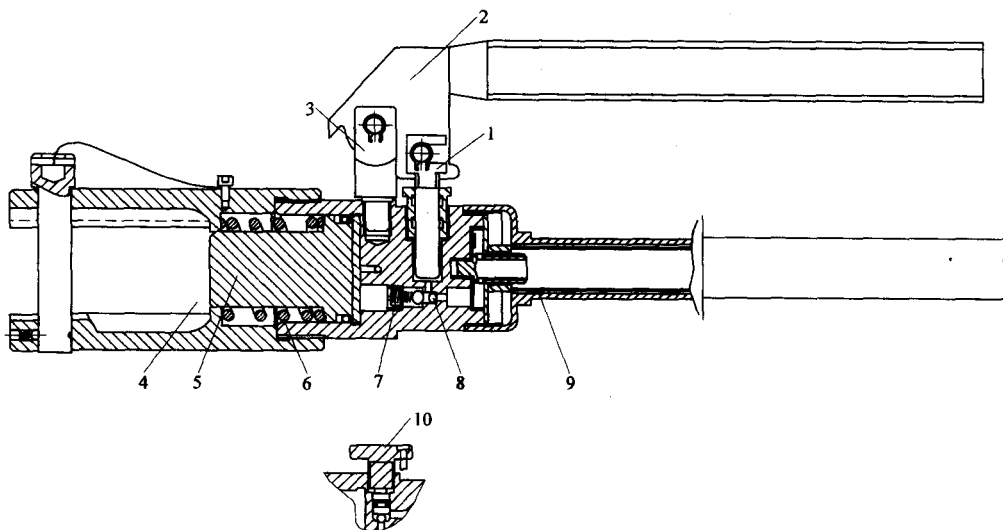

图 1-17 手动液压压接钳结构
13. 压接钳 电工常用压接钳有手动机械压接钳和手动液压压接钳两种。手动液压压接钳因其性能可靠、维修简单、操作方便、不受方向性限制、工作效率高而成为动力、照明电路及电缆安装中连接和封端的新型工具。其结构原理如图 1-17 所示。